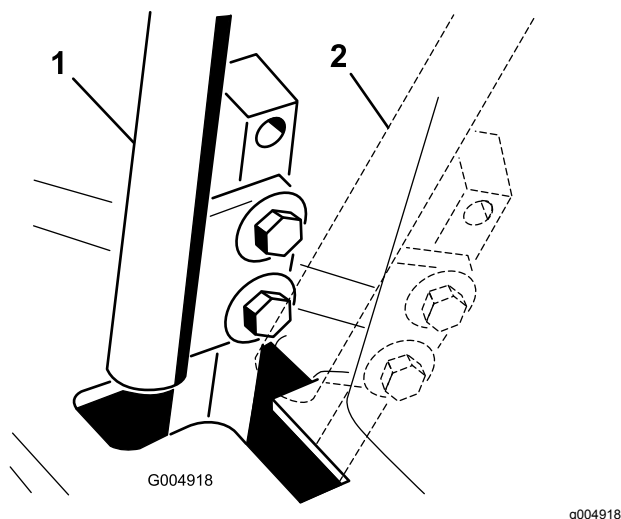

Figura 84
4. Mettete la leva di controllo in posizione di FOLLE **senza bloccarla** (Figura 84).
6. Controllate dove la leva di controllo corrisponde alla tacca nella console (Figura 84).